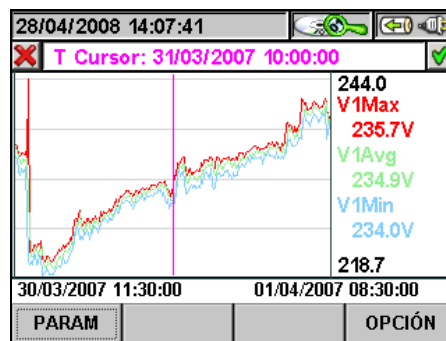

Fig. 151: Gráfico Registro
- La tecla **ENTER** (o el icono ) del visualizador) confirma la selección efectuada anteriormente y visualiza el gráfico del parámetro seleccionado (Fig. 151)